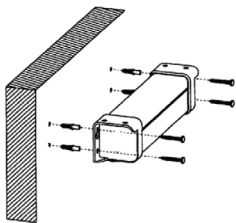

Рис.1
- Крепление на стене: прикрутите экран шурупами через крепежные отверстия, как показано на рис. 1.